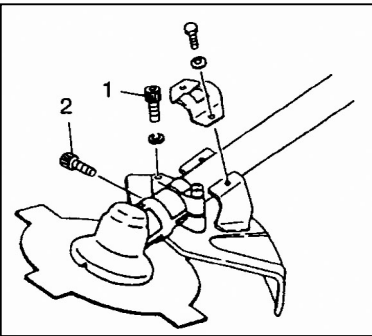

Fig. 1
- 1) First, remove gear case assembly from your brush cutter by removing pipe tightening screws (1) and pipe lock screw (2) then remove blade guard of brush cutter. (Fig. 1)
- 1) Commencez par démonter le bloc du carter d'engrenage de la débroussailleuse ; pour ce faire, retirez les vis de serrage du tube (1) et la vis de blocage du tube (2), puis retirez le capot couvre-lame de la débroussailleuse. (Fig. 1)